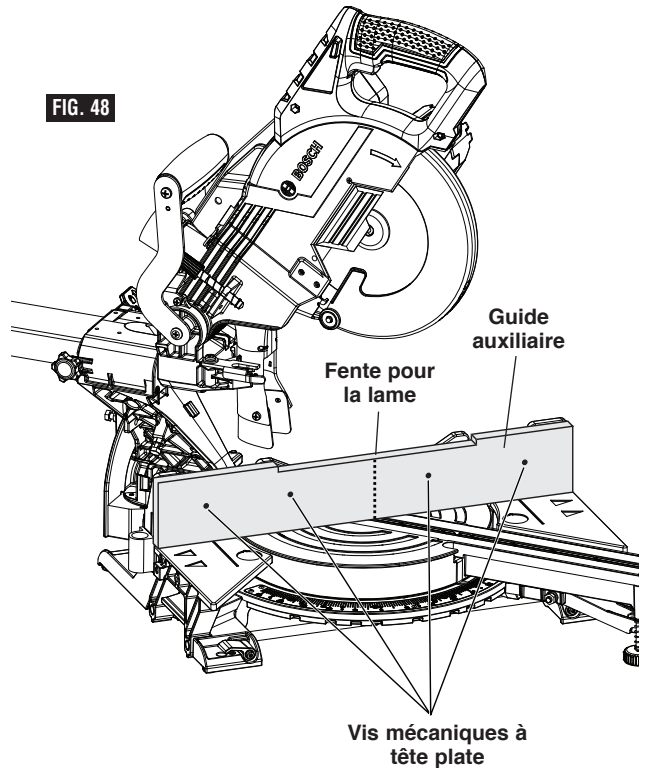

FIG. 48
2. Placez le guide auxiliaire contre le guide de scie à onglet (figure 48). Vérifiez que le guide auxiliaire n'affecte pas le passage de l'ensemble de tête. Vérifiez qu'il n'y a pas d'interférence entre le guide auxiliaire et le dispositif de protection inférieur de la lame. Faites les réglages nécessaires.